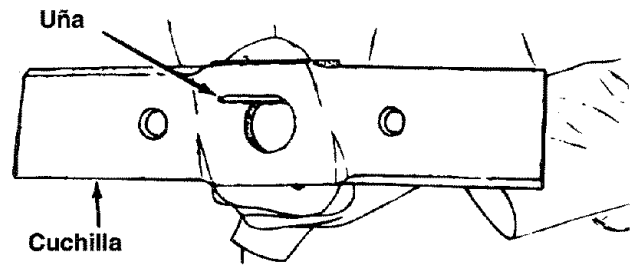

FIGURA 21.
- Puede probarse la cuchilla para equilibrio equilibrándola sobre un destornillador redondo de eje o uña. Quite metal del lado pesado hasta que esté equilibrada igualmente. Vea la figura 21.